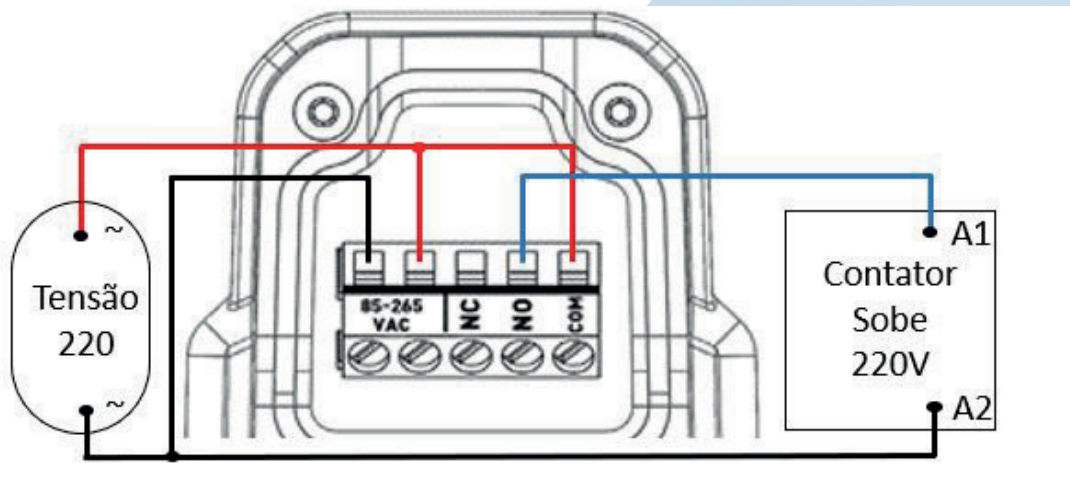

FIGURA 5 - MODELO DE LIGAÇÃO ELÉTRICA
1. Instale o SEY – INC – 24D220A no cabo de aço de forma que a tela fique em frente ao movimento de translação do trole da ponte rolante. (Figura 5).